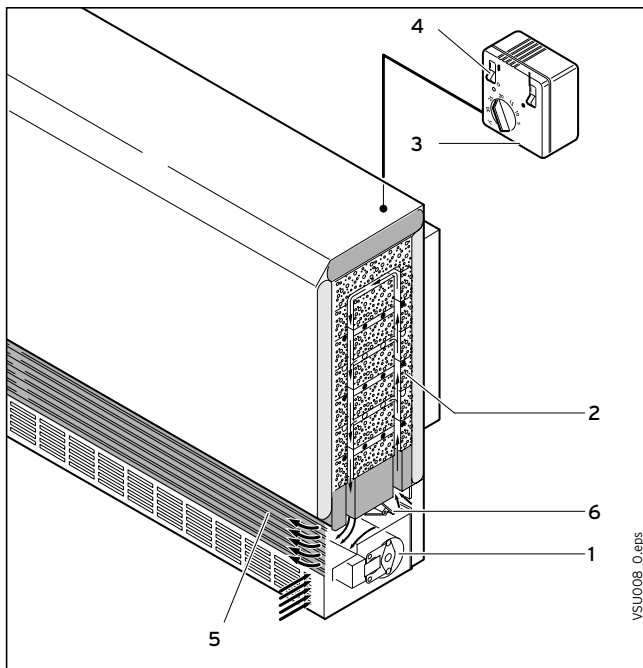
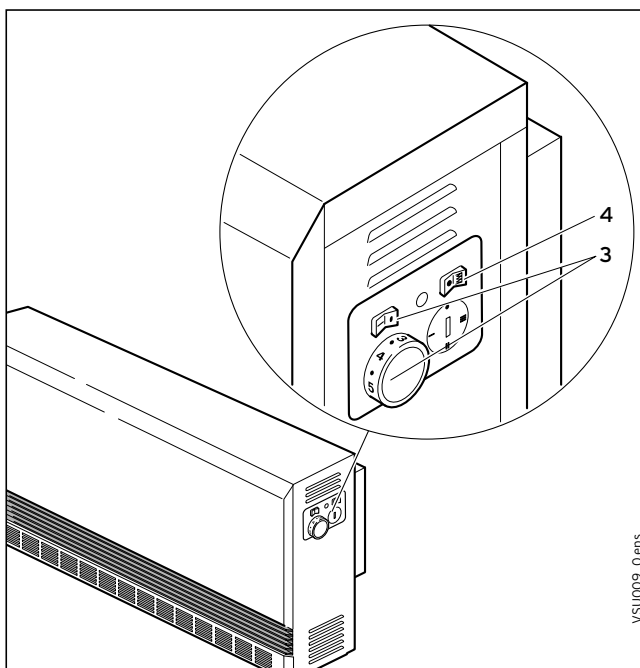

Abb. 3.2 Entladeregulierung über wandmontierten Raumtemperaturregler
Abb. 3.3 Entladeregulierung über integrierten Raumtemperaturregler
Die Entladung erfolgt automatisch. (Bild 3.2: Regelung über wandmontierter Raumtemperaturregler; Bild 3.3: Regelung über integrierten Raumtemperaturregler)
Bei Unterschreiten der von Ihnen am Raumtemperaturregler (3) (Bild 3.2/3.3) eingestellten Solltemperatur läuft der Lüfter (1) an und fördert Raumluft durch die Luftkanäle des Speicherkerns (2). Der dabei erwärmten Luft wird anschließend über die Luftmischklappe (6) so viel kühle Raumluft zugemischt, dass der eingestellte Solltemperaturwert nicht überschritten wird (die Stellung der Luftmischklappe wird automatisch mittels eines Bimetallreglers gesteuert). Die erwärmte Luft wird über das Luftaustrittsgitter (5), zu einem geringen Teil auch über die Geräteoberfläche, an den Raum abgegeben. Der Raumtemperaturregler regelt die Entladung automatisch so, dass die gewünschte Raumtemperatur konstant gehalten wird.